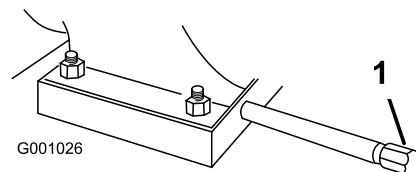

Figure 52
1. Nettoyez la surface autour du bouchon de vidange d'huile (Figure 52).